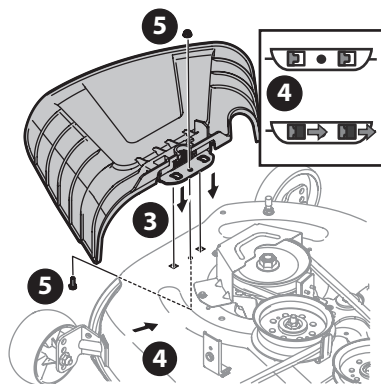

Figure 10
3. Placez le déflecteur de la goulotte d'éjection sur le plateau, veillez à insérer les languettes du déflecteur de la goulotte d'éjection dans les orifices du plateau (Figure 10).
4. Faites glisser le déflecteur de la goulotte d'éjection vers l'arrière du tracteur jusqu'à ce que le trou de boulon du déflecteur de la goulotte d'éjection soit dans l'alignement du trou du plateau (Figure 10).